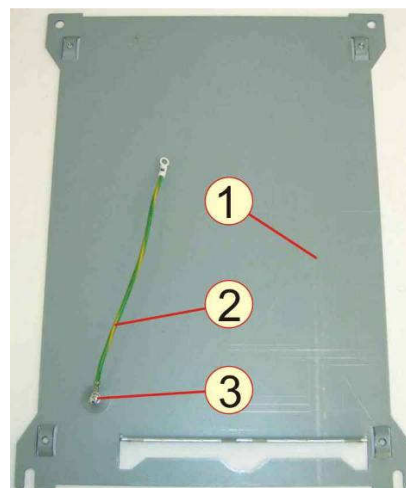

Рис.6.27
**6.16.3** При необходимости снять заземляющий провод 2, выкрутив винт 3 (рис.6.27). Положить опорную панель, винт и провод в тару.